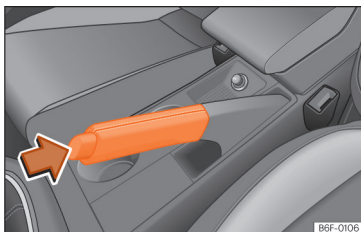

Fig. 165 Travão de mão entre os bancos dianteiros.
- Puxe a alavanca do travão de mão com força para cima »» **Fig. 165.**
- Puxe a alavanca um pouco para cima, pressione o botão de desbloqueio no sentido da seta »» **Fig. 165** e faça descer completamente a alavanca »» .